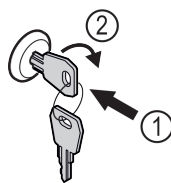

Fig. 160
- Zatlačte kľúč. Fig. 160 (1)
- Otočte kľúč o 90° v smere hodinových ručičiek. Fig. 160 (2)